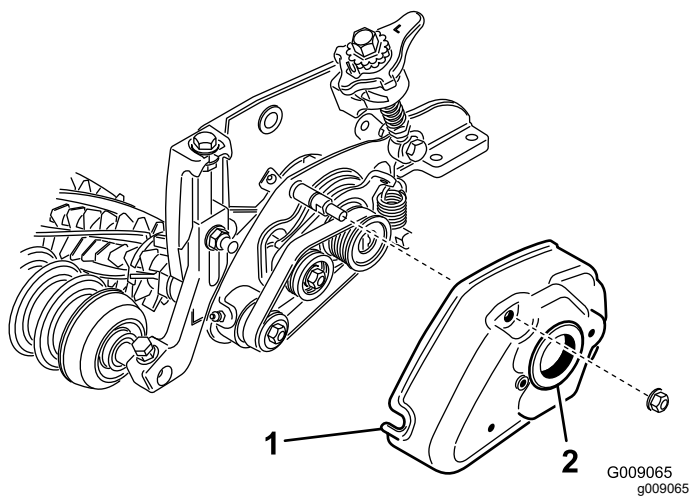

Figure 22
7. Posez le couvercle du groomer et fixez-le avec 2 écrous à embase (5/16") (Figure 22).
8. Appliquez de la graisse dans le diamètre intérieur de la bague du couvercle du groomer (Figure 22).